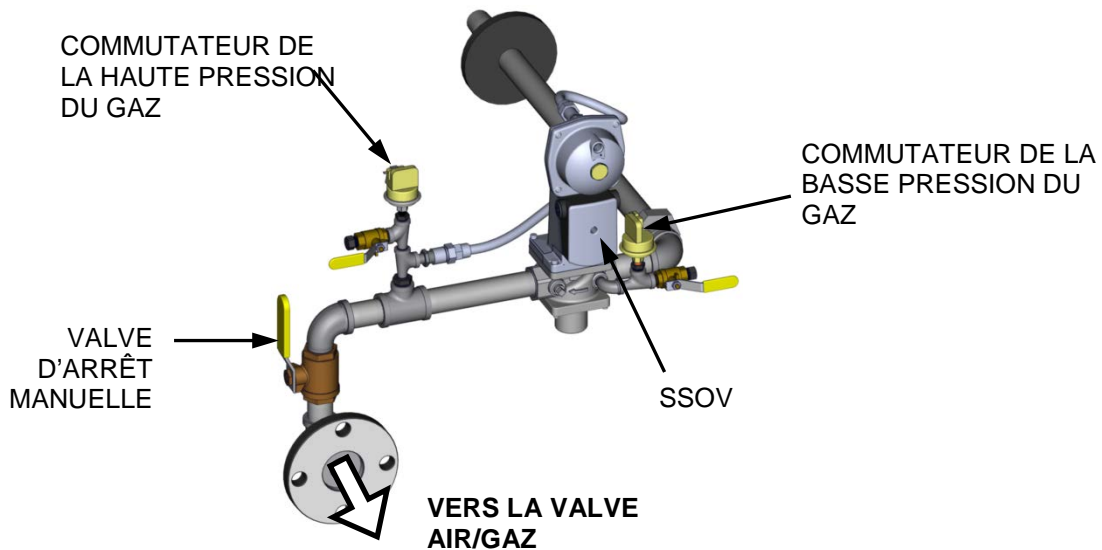

Figure 5-3. Emplacement de la valve d'arrêt manuel du gaz (circuit de gaz INN1060)
3. Fermer la valve d'arrêt manuelle du gaz située entre la SSOV et la valve air/gaz (voir la figure 5-3).
entre la SSOV (figure 5-3) et la valve air/gaz.